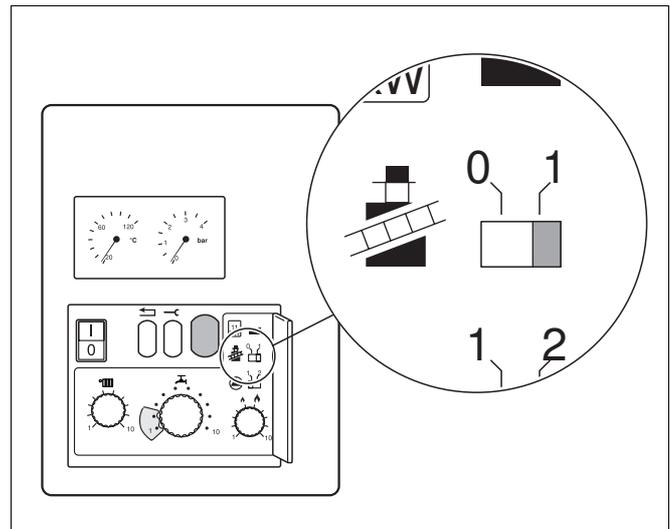

Abb. 24 Schornsteinfegerschalter
- Schornsteinfegerschalter (Abb. 24) in Stellung "1" stellen.